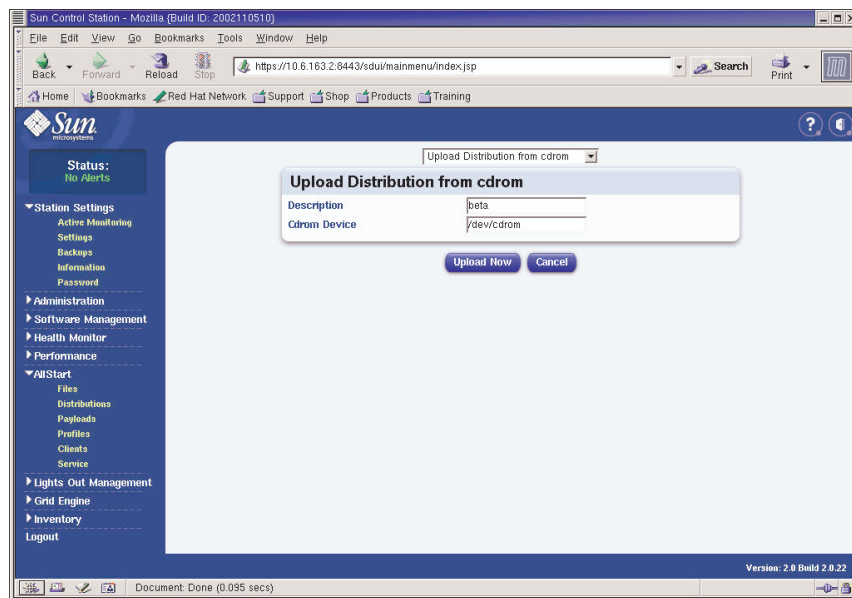

FIGURA 2-4 Finestra Upload Distribution From CDROM
3. Nella finestra **Upload Distribution From CDROM**, compilare i campi per creare una descrizione univoca della distribuzione. Per un esempio, vedere la FIGURA 2-4.